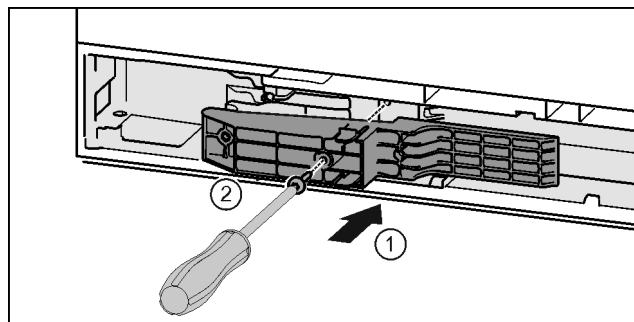

Fig. 43 *
- Placer l'adaptateur dans la fente sur le côté de la poignée. Fig. 43 (1)*
- Serrer les vis avec un tournevis T15. Fig. 43 (2)*